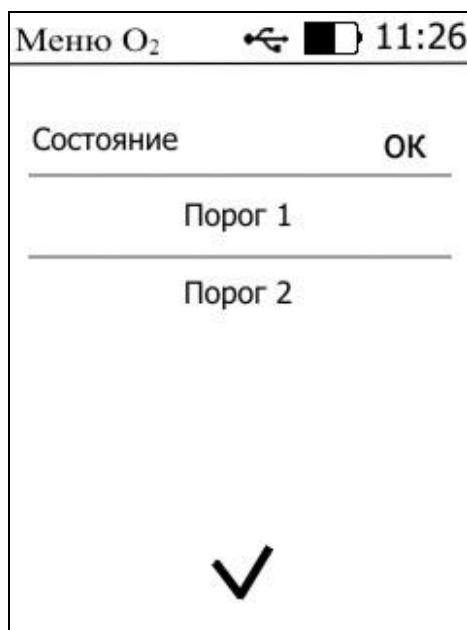
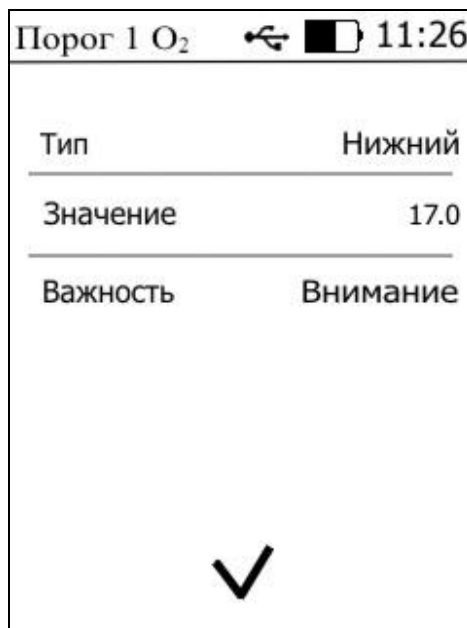

Рисунок 5.5 Экран выбора порога
Рисунок 5.6 Экран настройки выбранного порога
- 4.7** При включении газоанализатора осуществляется самотестирование газоанализатора в течение 5 секунд. При наличии внутренних неисправностей газоанализатор на индикаторе сигнализирует номер неисправности. После успешного тестирования и завершения загрузки на дисплее отображаются поля для отображения измерений и их параметров. Расшифровка неисправностей тестирования и других ошибок в работе газоанализатора отображается в меню выбора порогов, Рисунок 5.5.
Для настройки нужного порога нажать на область «Порог 1» или «Порог 2», Рисунок 5.5. В экране настройки выбранного порога установить тип «верхний» или «нижний», пороговое значение параметра и его важность: «Внимание» или «Тревога», Рисунок 5.6.